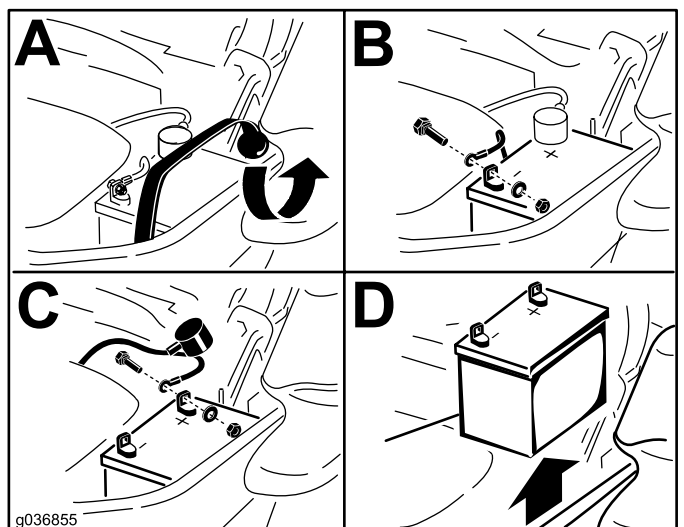

Figure 46
3. Retirez la batterie, comme montré à la Figure 46.
- Placez la batterie dans son support en tournant les bornes à l'opposé du réservoir hydraulique (Figure 46).
- Fixez les câbles avec 2 boulons, 2 rondelles et 2 contre-écrous (Figure 46).
- Fixez la batterie en place à l'aide de la sangle en caoutchouc (Figure 46).